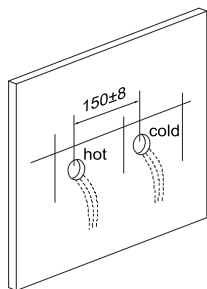

Figura 1
a) Deje correr el agua alrededor de 1-2 minutos para limpiar la tubería de agua (Figura 1).